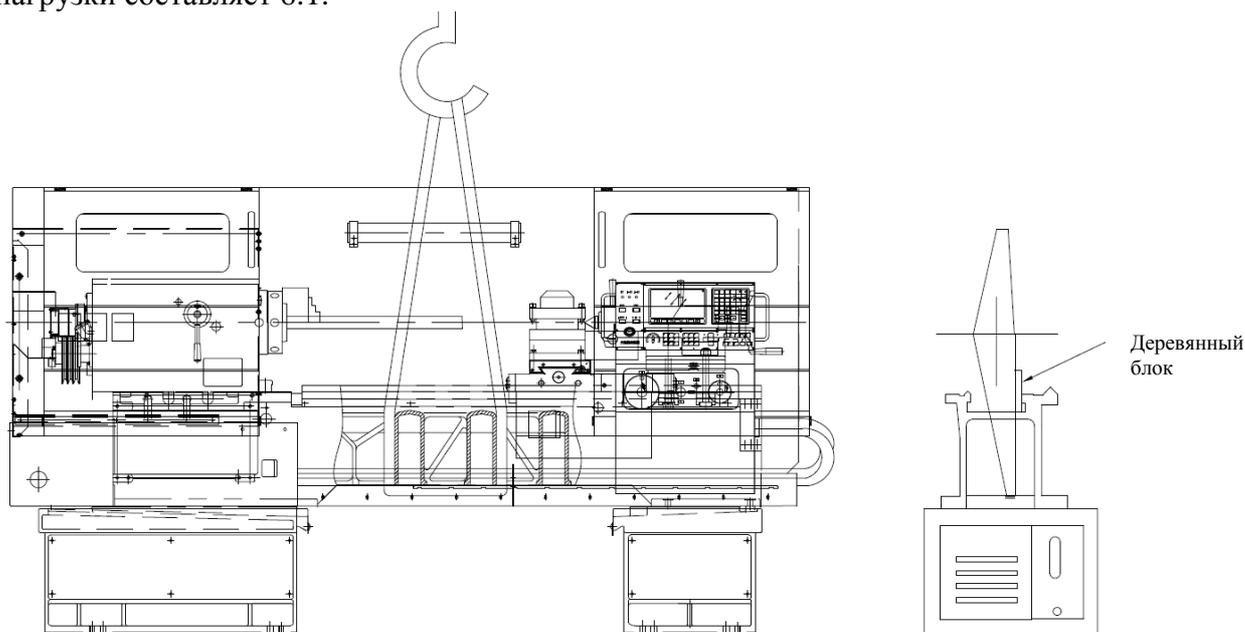

Рисунок 17 Схема строповки станка
Если станок транспортируется без коробки, то схему строповки смотрите на Рисунок 17 Схема строповки станка
2. продеть через внутренние ребра-перемычки станины станка стальной строп (чалку) длиной 2 метра и грузоподъемностью 5 тонн. Запрещается цеплять станки с РМЦ>750 мм за одно ребро на станине. Концы стропа должны находиться с разных сторон прутка. (см Рисунок 17 Схема строповки станка), для предотвращения возможности опрокидывания станка. Запрещается вставлять пруток в заднюю бабку, это может привести к задирам на конусе пиноли.